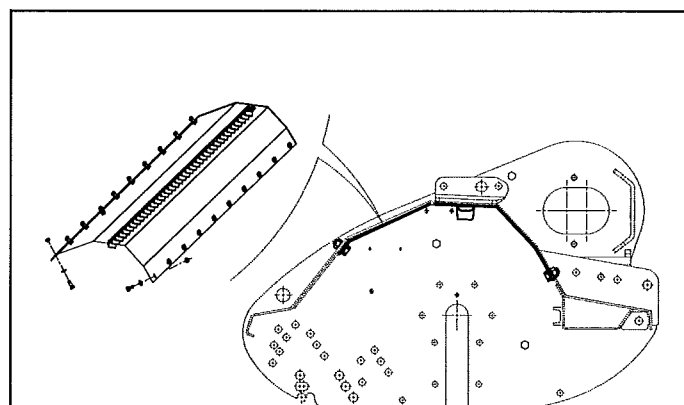

fig.39
- Fäst satsen efter att ha frigjort hålen och säkra med hjälp av de särskilt ämnade muttrarna och skruvarna. (Se fig.39).